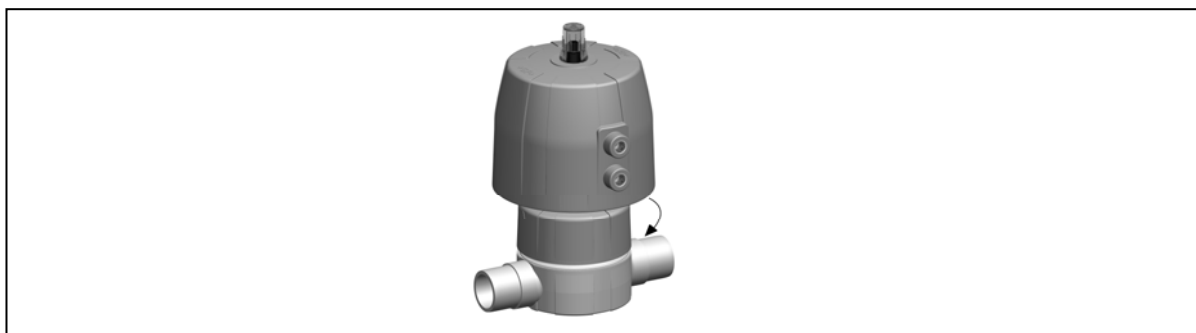

Fig. 25
- ▶ Serrer l'écrou du boîtier à la main, voir Fig. 25